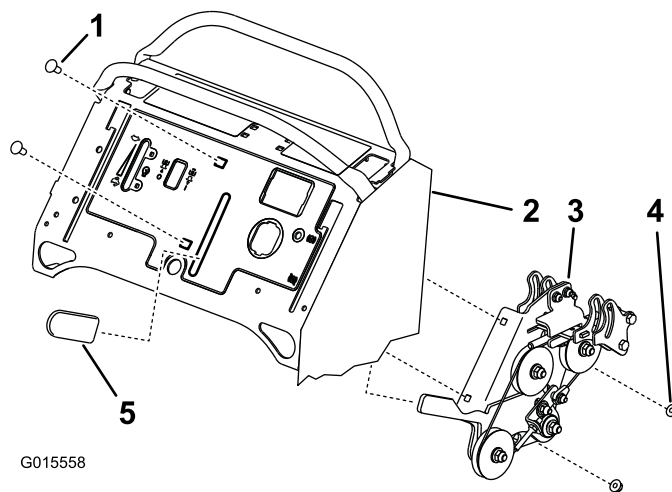

Bild 11
3. Setzen Sie die Geschwindigkeitsregelung in die Stütze und befestigen Sie die Stütze mit zwei Schlosssschrauben (5/16 x 1 Zoll) und zwei Bundmuttern (5/16 Zoll) (Bild 11).
4. Befestigen Sie den Gummigriff am Fahrgeschwindigkeitshebel (Bild 11).